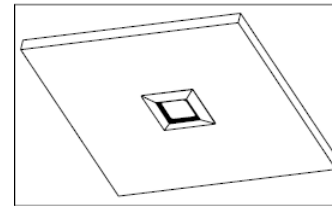

Figure 7
- Redonnez le courant. Si le module ne s'allume pas dans les 5 secondes, veuillez le mettre hors tension, retirer le module avec précaution, vérifier soigneusement tout le câblage et le remplacer. (Figure 7)